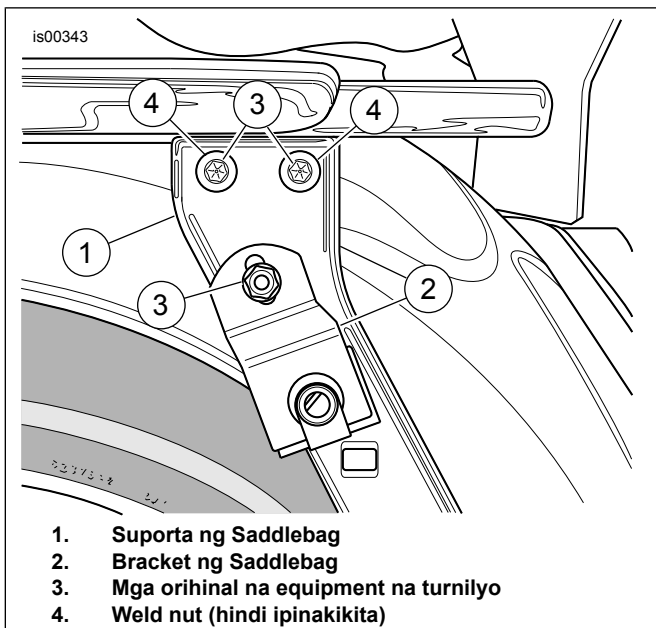

Figure 3. Mga Turnilyong Orihinal na Equipment (ipinakikita ang kaliwang bahagi)
7. Tingnan ang Figure 3 . Alisin at itapon ang mga umiiral na turnilyo (3) mula sa bawat panig ng motorsiklo.